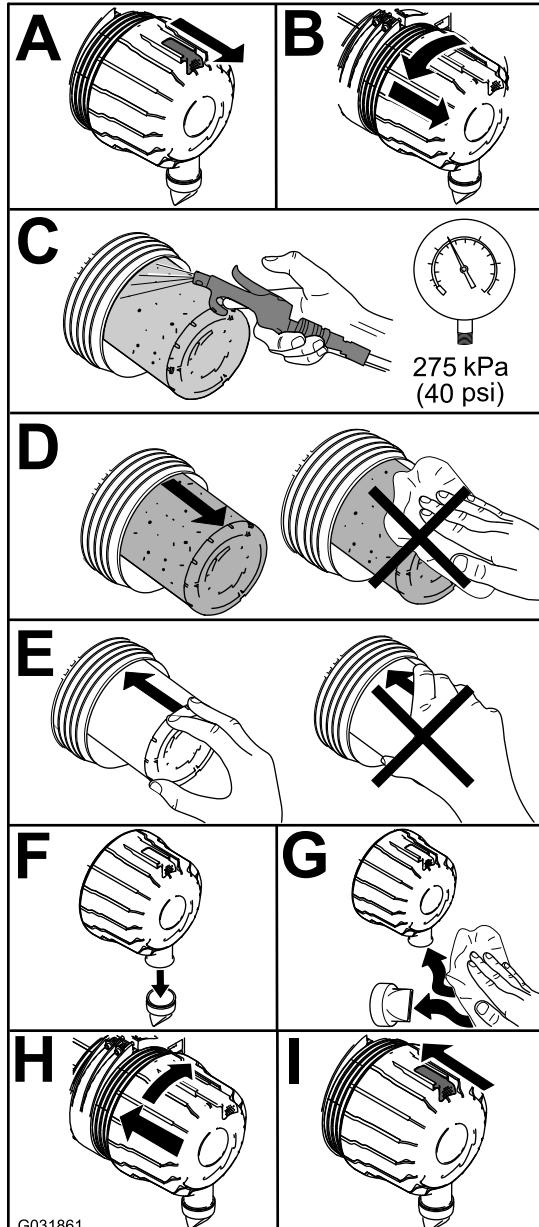

Figura 39
1. Substitua o filtro de ar (Figura 39).